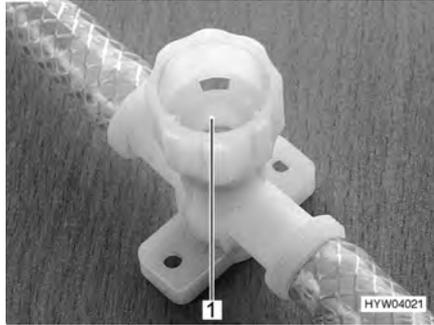

Fig. 134 Robinet de vidange pour Therme
- Fermer tous les robinets de vidange. Tourner les capuchons (Fig. 134,1) dans le sens des aiguilles d'une montre.
- Ouvrir tous les robinets de vidange du Therme. Tourner pour cela les capuchons (Fig. 134,1) dans le sens inverse des aiguilles d'une montre.